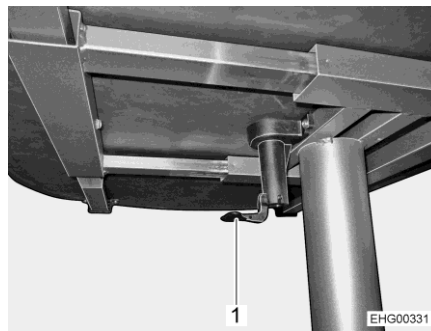

Bild 72 Lyftbord
- Fäll ner spaken på det centrala bordslåset (Bild 72,1).